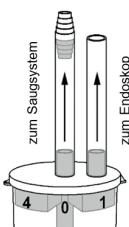

Abb. 1
- Tilslut slangen fra den midterste tilslutning på fælden til sugesystemet (fig. 1).
- Tilslut det ydre stik til endoskopet (Fig. 1).